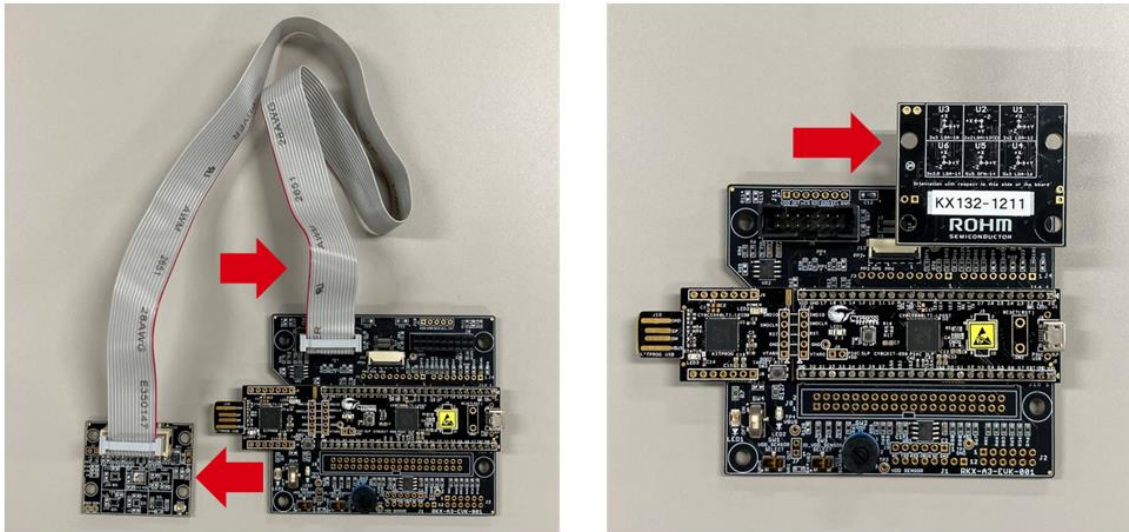

Figure 109. ROHM EVK EVB とのインターフェース
- 評価センサーボードは、直接またはリボンケーブルで ROHM EVK EVB にしっかりと接続されています(Figure 109)。